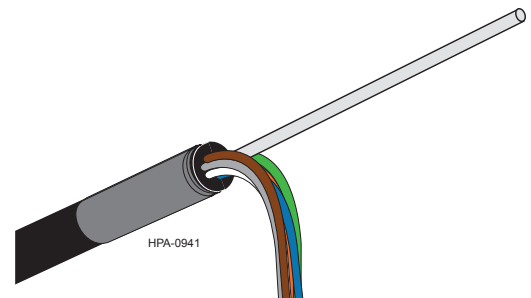

Abbildung 6
Schritt 5: Die Aderhüllen vom Zentralelement trennen/wickeln. Das Zentralelement auf die für die Zugabfangung in der Vorrichtung geeignete Länge schneiden (Abbildung 6).